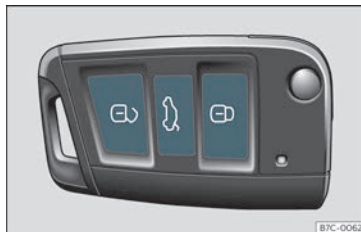

Fig. 69 Chave com comando à distância: botões.
- Trancar: pressione o botão  » Fig. 69.